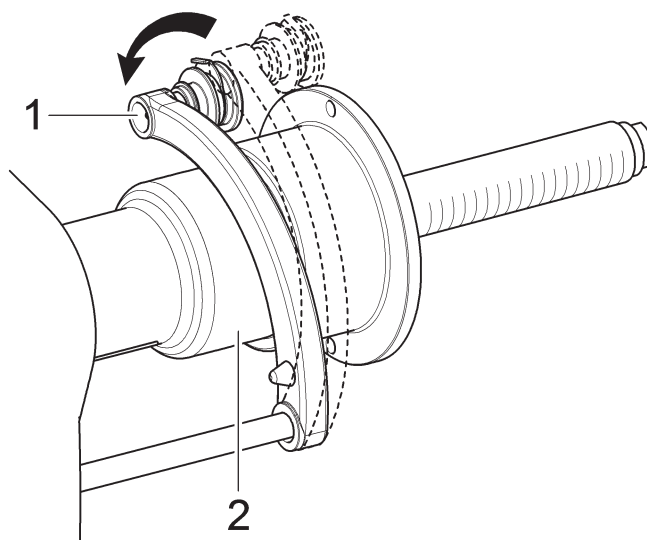

Fig. 45
Portando ripetutamente il braccio del calibro (Fig. 45 rif. 1) a contatto con il mandrino (Fig. 45 rif. 2), il programma passerà ciclicamente da "STATICO" a "STATICO 1" A "STATICO 2", per poi tornare dall'inizio.
2. portando a contatto la pinza di applicazione pesi con la parte interna del cerchio (2 punti di contatto) (vedi Fig. 45) si seleziona il programma "ALU-S";
Portando ripetutamente il braccio del calibro (Fig. 45 rif. 1) a contatto con il mandrino (Fig. 45 rif. 2), il programma passerà ciclicamente da "ALU-S" a "ALU-S1" a "ALU-S2", per poi tornare dall'inizio.
1. sfilare il braccio del calibro distanza/diametro e portare la pinza di applicazione pesi a contatto con la parte interna del cerchio come visualizzato in Fig. 45;